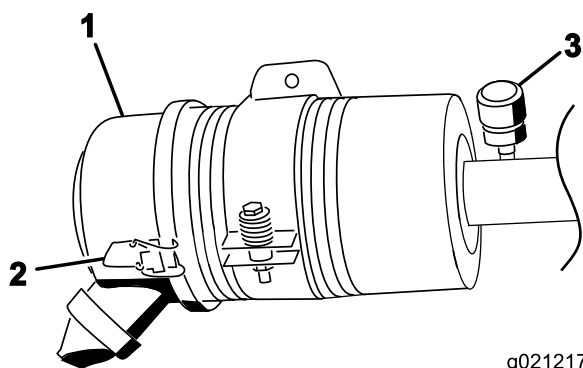

Figura 46
Revise el filtro del limpiador de aire únicamente cuando el indicador de mantenimiento (Figura 46) lo requiera. El cambiar el filtro antes de que sea necesario sólo aumenta la posibilidad de que entre suciedad en el motor al retirar el filtro.
1. Abra los enganches que fijan la tapa del limpiador de aire a la carcasa del limpiador de aire (Figura 46).